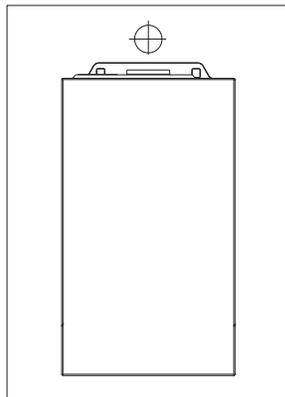

Рис. 12
- г) далее котел навесьте на подвесную панель (рис. 12)